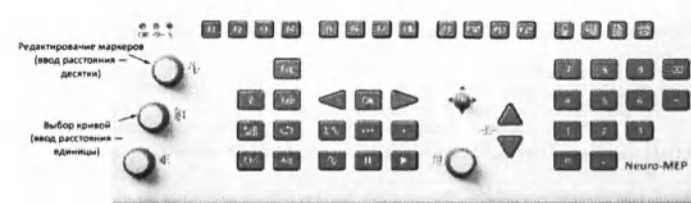
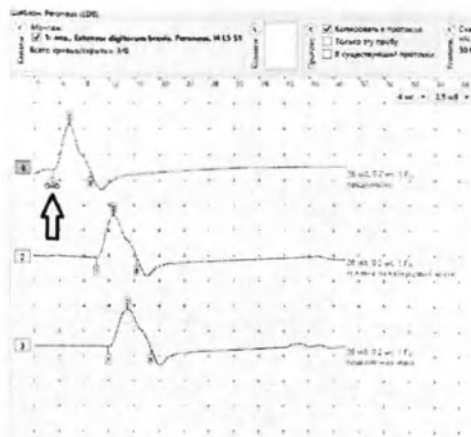

Рис. 87. Основные органы управления функциональной клавиатуры (компактная и расширенная версии клавиатуры)
Рис. 88. Коррекция положения маркеров
Для ввода расстояния удобно использовать клавишу [F2]. После активации первого места в таблице можно отредктировать указанное расстояние. Для этого используйте цифровые клавиши клавиатуры компьютера или энкодеры функциональной клавиатуры, которые управляют маркерами и проводят выбор кривой. При активации места в таблице ручка управления маркерами меняет десятичные значения, ручка выбора кривых — единичные значения (рис. 87). При наличии расширенной версии клавиатуры расстояния можно вводить с нее с помощью цифровых клавиш.
18. Проведите коррекцию положения маркеров. Для этого используйте мышь («перетаскивание» левой кнопкой) или клавиатуру (вращение энкодера, переход к следующему маркеру — нажатие энкодера (рис. 87)). Необходимо точно указать начало М-ответа на всех трех кривых (рис. 88).